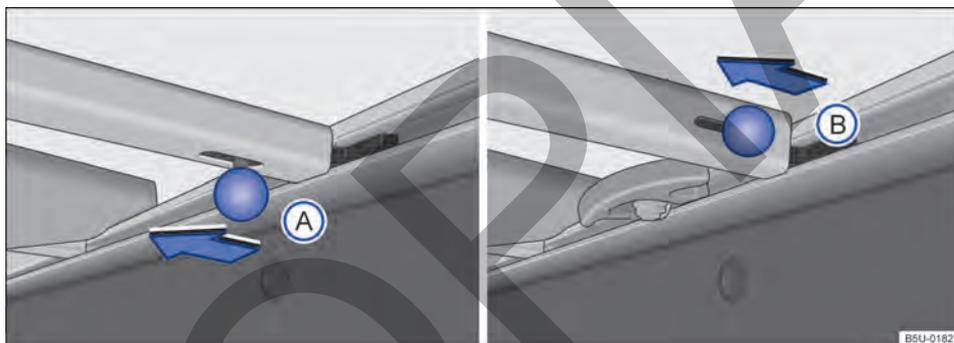
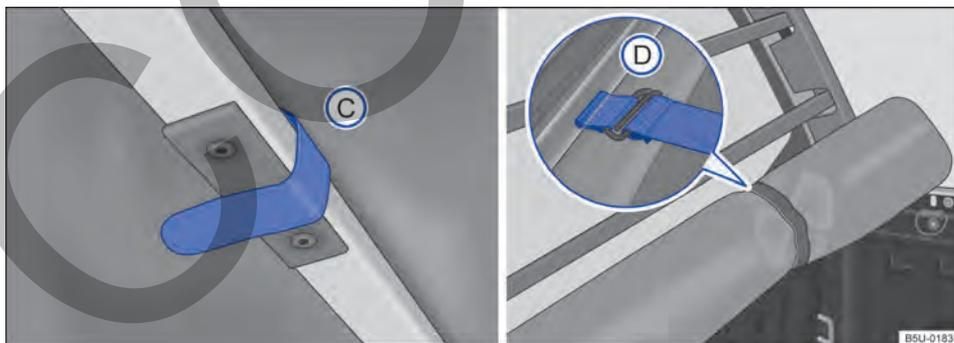

Fig. 54 Los travesaños en el compartimento de carga: **A** vehículos con soportes de amarre fijos, **B** vehículos con soportes de amarre deslizantes.
Fig. 55 En el compartimento de carga: tira de fijación y capota marítima correctamente recogida.
- Para la remoción del tipo **(A)** o **(B)**, desplazar el perno de bloqueo en el sentido de la flecha → **fig. 54**. Para remover el travesaño que está cerca de la luneta, se necesita soltar las tiras de fijación de la capota → **fig. 55 C**.
- Para desmontar el travesaño que está cerca de la luneta, es necesario soltar las tiras de fijación de la capota → **fig. 55 C**, y hacer el mismo procedimiento anterior para desmontar el travesaño (cuando exista más de un travesaño).
- Después de recoger totalmente la capota, sujetarla con las cintas de fijación → **fig. 55 D**.